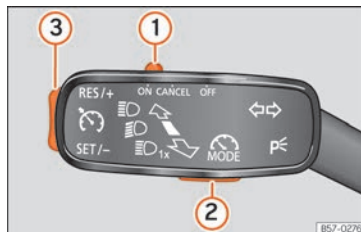
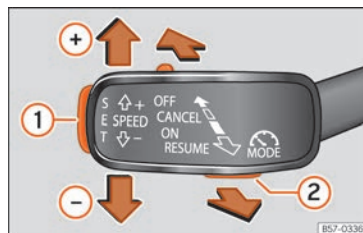

Abb. 225 Am Blinkerhebel: Tasten zur Bedienung des Geschwindigkeitsbegrenzers.
Abb. 226 Links an der Lenksäule: Tasten zur Bedienung des Geschwindigkeitsbegrenzers.
Zum Wechseln zwischen den Fahrerassistenzsystemen drücken Sie die Taste »» **Abb. 225** ② oder »» **Abb. 226** ②.
- Schieben Sie den Schalter »» **Abb. 225** ① auf die Position **ON** und drücken Sie die Taste ②.
- Drücken Sie während der Fahrt die Taste »» **Abb. 225** ③ im Bereich **SET/-**.
Die Geschwindigkeit kann mit der Taste »» **Abb. 225** ③ eingestellt werden:
- Schieben Sie den Schalter »» **Abb. 225** ① auf die Position **OFF**.
Wenn Sie den Geschwindigkeitsbegrenzer – beispielsweise zum Überholen – vorübergehend deaktivieren möchten, schieben Sie den Schalter »» **Abb. 225** ① auf die Position **CANCEL** oder drücken Sie die Taste ②.
Nach dem Überholmanöver kann der Geschwindigkeitsbegrenzer wieder mit der zuvor gespeicherten Geschwindigkeit aktiviert werden, indem die Taste »» **Abb. 225** ③ im Bereich **RES/+** gedrückt wird.
- Bewegen Sie den Hebel zum Lenkrad auf die Position **ON** und drücken Sie die Taste »» **Abb. 226** ②.
- Drücken Sie während der Fahrt die Taste **SET** »» **Abb. 226** ①.
- Drücken Sie die Taste **SET** » Abb. 226 ①, um die Geschwindigkeit in kleinen Schritten von 1 km/h (1 mph) zu reduzieren.
Hebel in Stellung **CANCEL** oder drücken Sie die Taste » Abb. 226 ②.